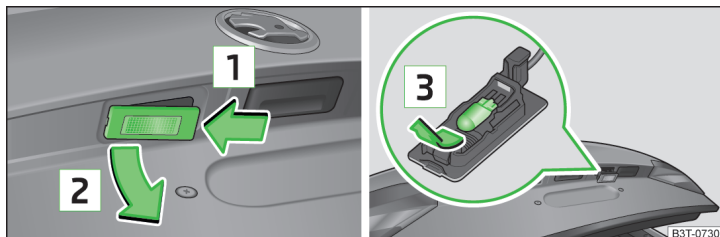

Fig. 208 Démontage de l'éclairage de la plaque d'immatriculation / remplacement de l'ampoule
- Poussez la lampe dans le sens de la flèche **1** » fig. 208.